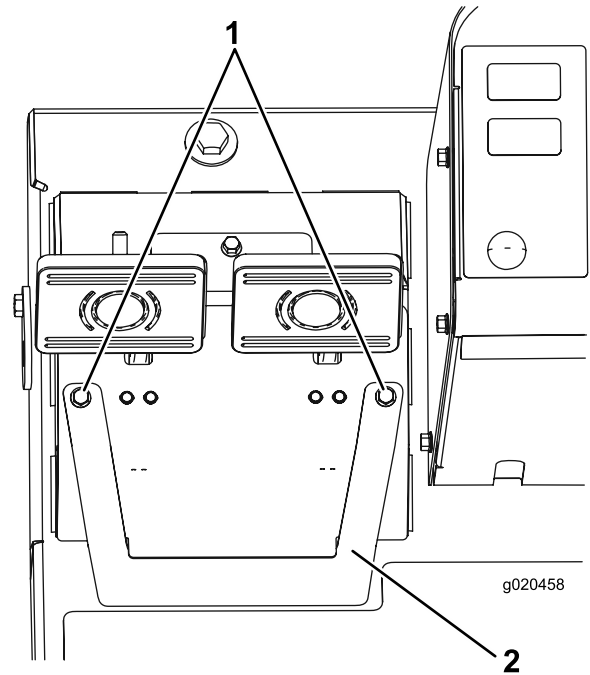

Figura 66
- A. Afloje los 2 tornillos de montaje y retire la tapa de ajuste de los frenos (Figura 66).